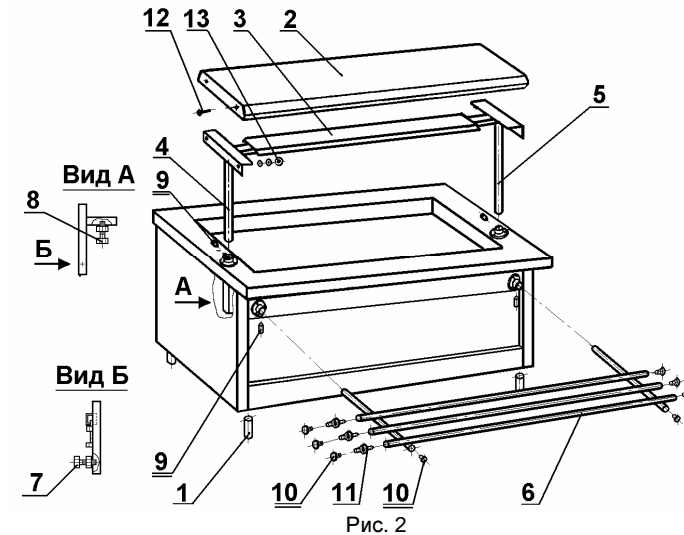

Рис. 2
6.6 Схема сборки прилавка приведена на рис.2.